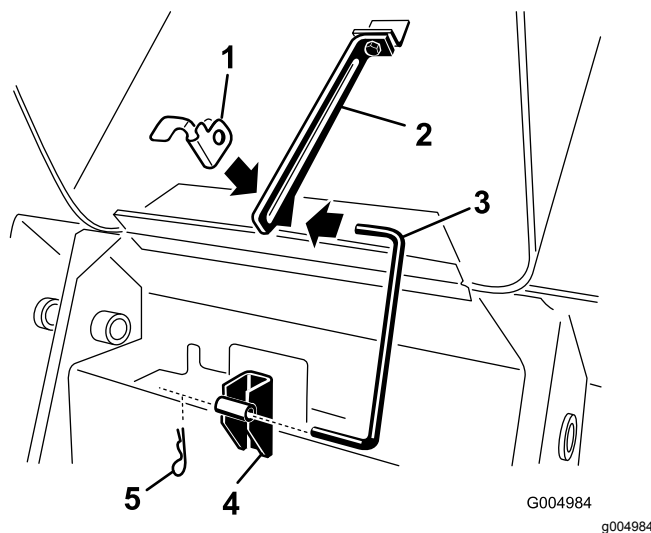

Рисунок 41
4. Вытащите шпильку из нижнего конца подпорной штанги капота, и освободите подпорную штангу от упорных кронштейнов и лапки подпорной штанги (**Рисунок 41**).
8. Вставьте подпорную штангу в упорные кронштейны и лапку подпорной штанги и закрепите игольчатым шплинтом (**Рисунок 41**).